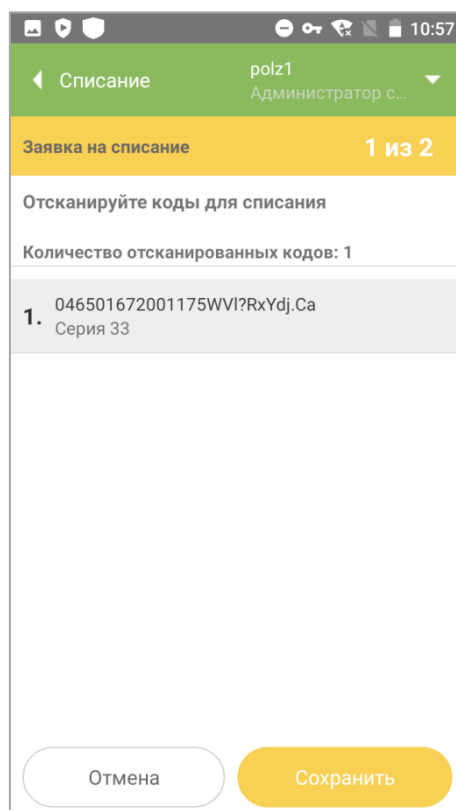

Рисунок 17.14
- 2.2. При необходимости продолжить сканировать коды. На экране отобразится информация о списываемых кодах (Рисунок 17.14).